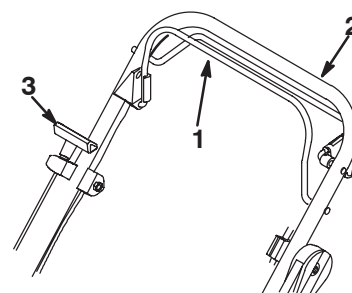

Figure 68
3. Tenir la barre de commande de la lame serrée contre le guidon (Fig. 68).
4. Tirer légèrement sur la poignée du démarreur jusqu'à ce qu'une résistance se fasse sentir, puis, tirer un coup sec (Fig. 68). Laisser le cordon se réenrouler lentement.